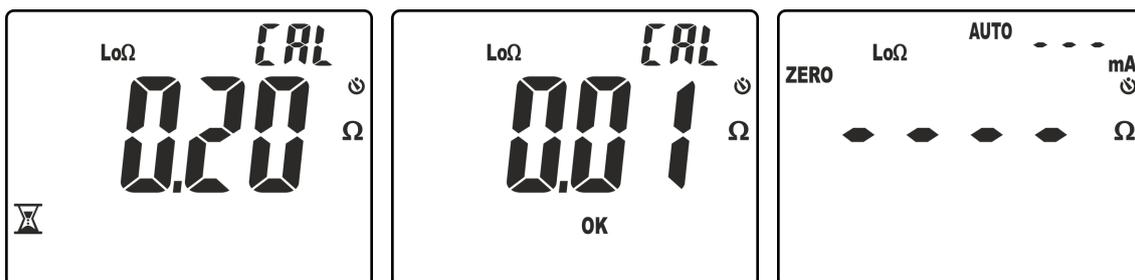

Fig. 33: Resultados do azeroamento corretamente efetuado
4. O instrumento executa a primeira medição detetando a resistência dos cabos de teste (ver Fig. 33 – parte esquerda). Se esse valor compensado (ZERO) for $\leq 5.00\Omega$ o instrumento mantém esse valor memorizado e executa a próxima verificação efetuando uma segunda medição e fazendo a diferença entre este novo valor e o compensado. Se esse valor for $\leq 0.01\Omega$ a calibração é confirmada e a mensagem “OK” é apresentada no display (ver Fig. 33 – parte central). De seguida, o instrumento volta para o ecrã de medição com a mensagem “ZERO” presente no display para significar a presença da compensação dos cabos